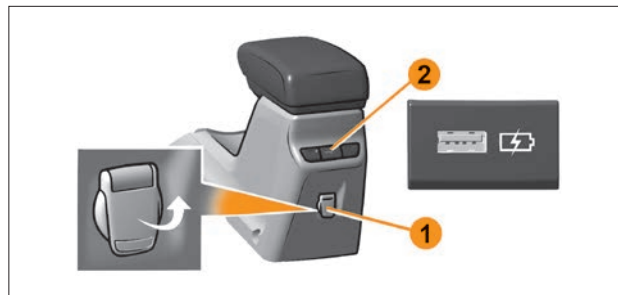

Рис. 4. Органы управления на задней стенке центрального подлокотника
Для подключения дополнительного электрооборудования в автомобиле предусмотрены две дополнительные розетки. Одна розетка устанавливается на задней стенке центрального подлокотника (рис. 4, поз. 1), вторая – в багажнике. Позицией 2 (рис. 4) указано место розетки USB для задних пассажиров (**в варианном исполнении**).
В варианном исполнении автомобиля LADA Vesta для зарядки аккумуляторов внешних периферийных устройств (планшетный компьютер, смартфон) предусмотрена розетка USB (рис. 4, поз. 2) с номинальным напряжением 5 вольт (V). Для подключения заряжаемого устройства должен быть использован разъем USB, тип A.